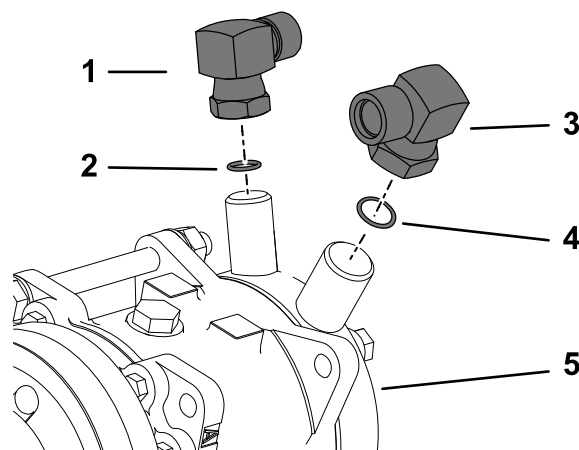

Figura 39
2. Instale el acoplamiento de 90° ($\frac{7}{8}$ ") y la junta tórica (tamaño 8) en el orificio de baja presión o aspiración de la bomba del aire acondicionado (Figura 39).
4. Instale el acoplamiento de 90° ($\frac{3}{4}$ ") y la junta tórica (tamaño 10) en el orificio de alta presión o descarga de la bomba del aire acondicionado (Figura 39).